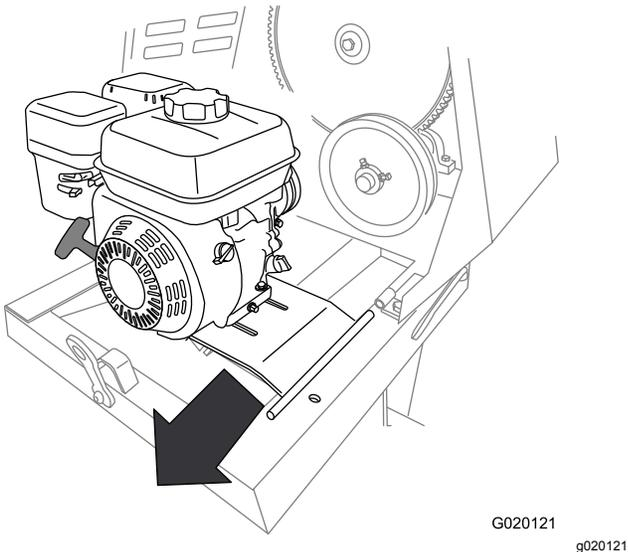

Figura 51
10. Deslice la chapa del motor hacia atrás para retirarla del soporte delantero de la bisagra (Figura 51).
11. Retire el motor y la chapa del motor de la máquina (Figura 51).
2. Alinee el pivote de la chapa del motor con el soporte delantero de la bisagra (Figura 51).
3. Deslice la chapa del motor hacia adelante encajando el pivote en el soporte delantero de la bisagra (Figura 51).
4. Alinee el soporte trasero de la bisagra con el pivote de la bisagra de la chapa del motor (Figura 51).